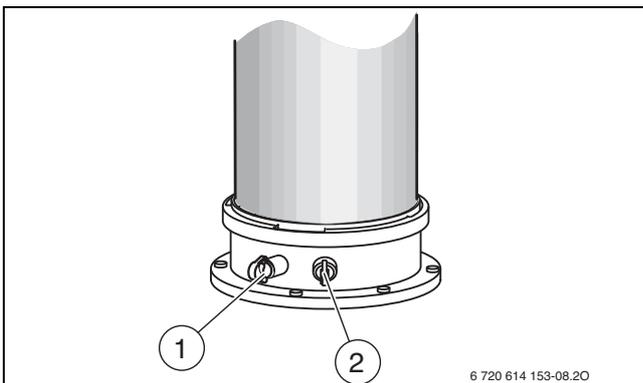

Рис. 40 Штуцер для измерения дымовых газов и штуцер для измерения воздуха для горения
- ▶ Снимите заглушку с измерительного штуцера дымовых газов [1] (→ рис. 40).